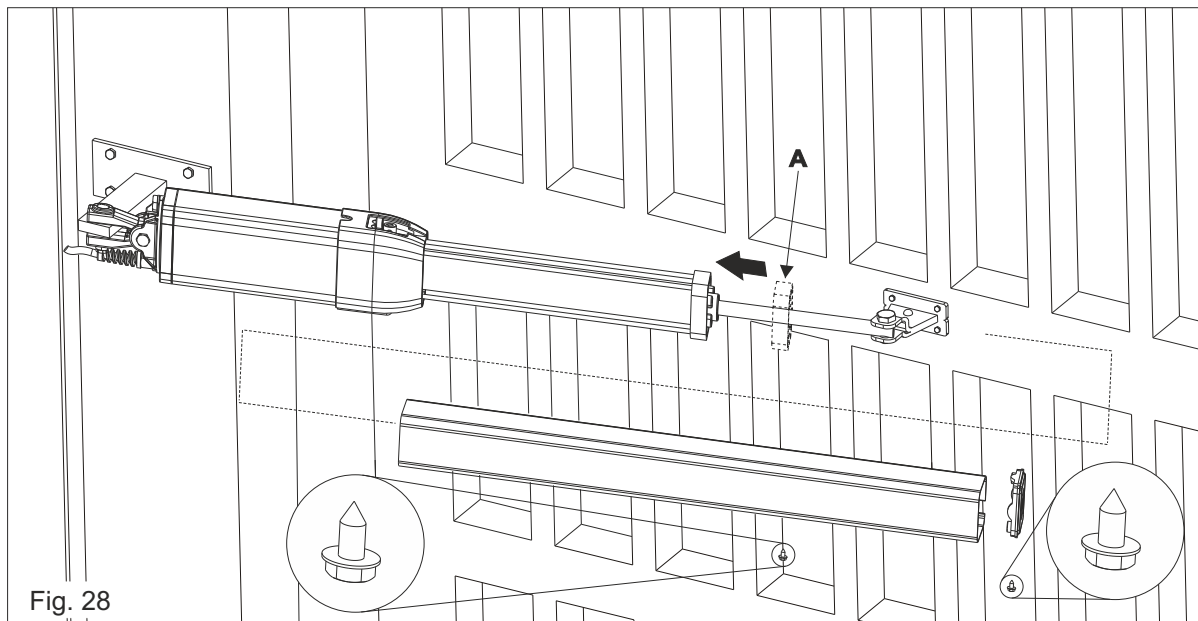

Fig. 28
Asegurarse de haber insertado el marco de plastico antivibración (A) antes de insertar la cubierta cubre pistón (Fig. 28)